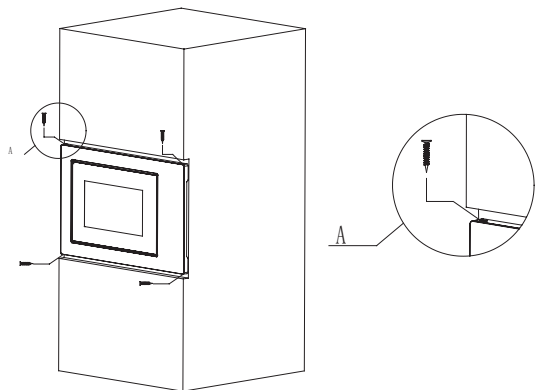

Fig.4
- d) Utilice los tornillos del embalaje de piezas para fijar el horno microondas en el armario. (Fig.4)